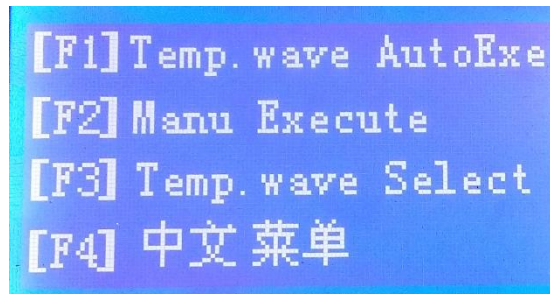

Figura 21. Menú en idioma inglés.
- Seleccione el botón “**F4**” para que el idioma cambie a inglés. Ver Figura 21.